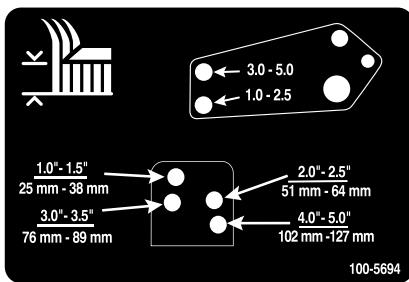

Figura 28
- Allineate i fori dei tiranti di smorzamento con i fori della staffa per l'altezza di taglio desiderata sul telaio del piatto di taglio, inserite i perni con testa e montate le coppiglie (Figura 28).